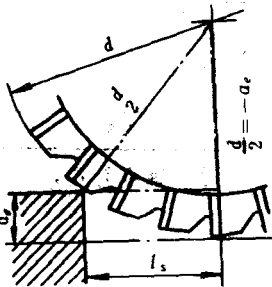

图 1-17 铣削平面
16. 如图 1-17 所示用圆周铣刀铣削平面,铣刀直径 $d=80\text{mm}$,侧吃刀量 $a_s=6\text{mm}$,试求铣刀安装距离 L_s 。